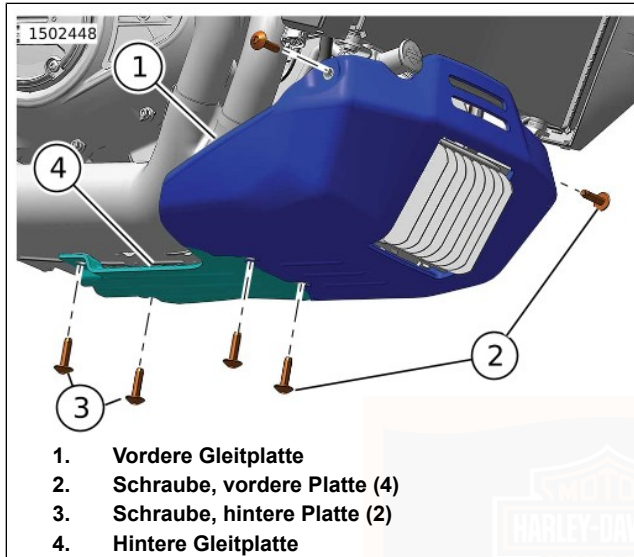

Abbildung 75. Zweiteilige Gleitplatte
1. Abbildung 75 Die Schrauben (2) entfernen.
2. Die vordere Gleitplatte (1) entfernen.
1. Abbildung 75 Die Schrauben (3) entfernen.
2. Die hintere Gleitplatte (4) entfernen.
2. Abbildung 75 Die hintere Gleitplatte (4) positionieren.
3. Die Schrauben (3) anbringen. Von Hand anziehen.
2. Abbildung 75 Die vordere Gleitplatte (1) positionieren.
3. Die Schrauben (2) anbringen. Die Schrauben (2 und 3) anziehen.